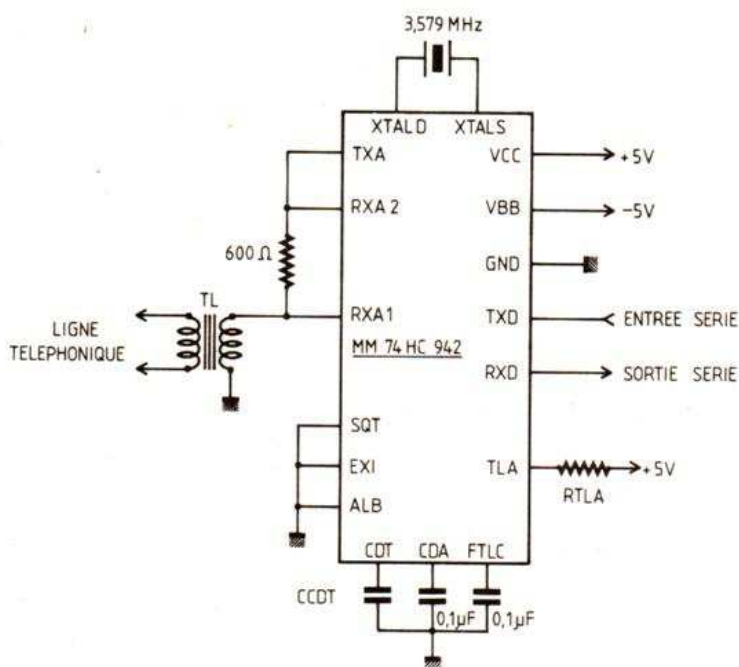

FIGURE 2. — Exemple de mise en œuvre du modem MM74HC942 en couplage direct.
Un exemple typique d'utilisation de ces circuits vous est proposé figure 2 ; il est difficile de faire plus dépouillé. Les composants externes se résument à 2 résistances, 1 quartz, 3 condensateurs et le transformateur de couplage à la
– RXA2 et RXA1 sont les entrées du duplexeur interne qui doivent être utilisées comme sur l'exemple de la figure 2 ;
– GND (942) ou GNDA (943) est la ligne de masse du modem pour le MM74HC942 et la masse analogique pour le MM74HC943. Dans ce dernier cas, elle doit être ramenée à une tension de 2,5 V par rapport à la masse au moyen d'un pont de résistances très bien découplé en alternatif ;